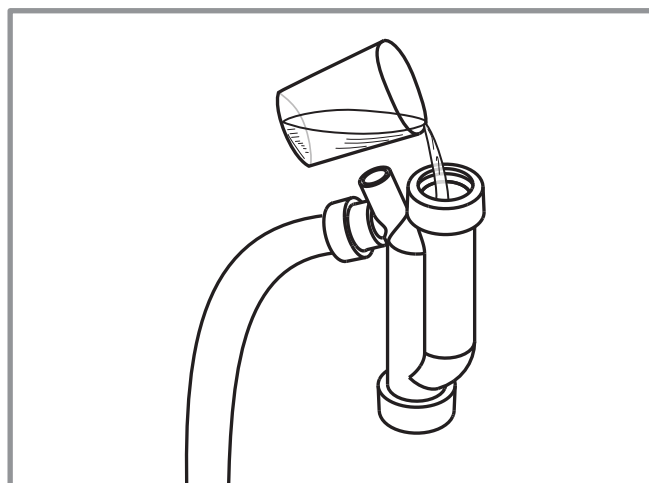

fig. 16 - Remplissage du siphon
- ☞ **À la première mise en service, remplir le siphon (rep. 4, fig. 5, page 8) verser un verre d'eau dans le siphon (fig. 16) .**